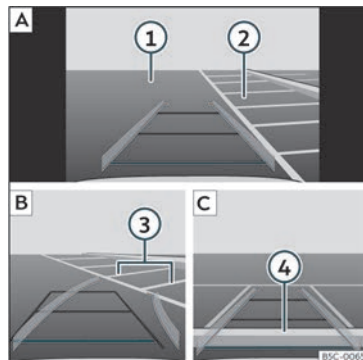

Fig. 183 Visualização no ecrã do sistema Infotainment: estacionar com o assistente de marcha-atrás
Legenda da **Fig. 183**:
- Posicione o veículo à frente do lugar de estacionamento»» **Fig. 183** ② [A].
- Retroceda rodando o volante de forma que as linhas amarelas se introduzam no lugar de estacionamento. As linhas verdes e amarelas têm de coincidir com as linhas de delimitação laterais ③ [B].
- Pare o veículo quando a linha vermelha tiver atingido a delimitação traseira ④ [C].